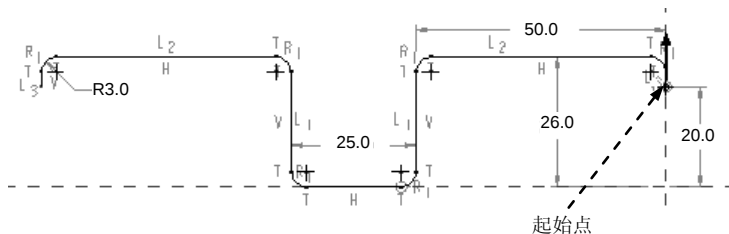
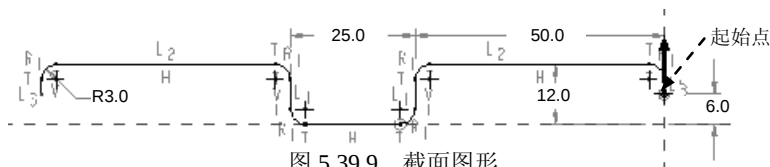

图 5.39.8 截面图形
图 5.39.9 截面图形
Step3. 第一、二个截面如图 5.39.8 所示, 第三、四个截面如图 5.39.9 所示, 第五、六个截面如图 5.39.8 所示。